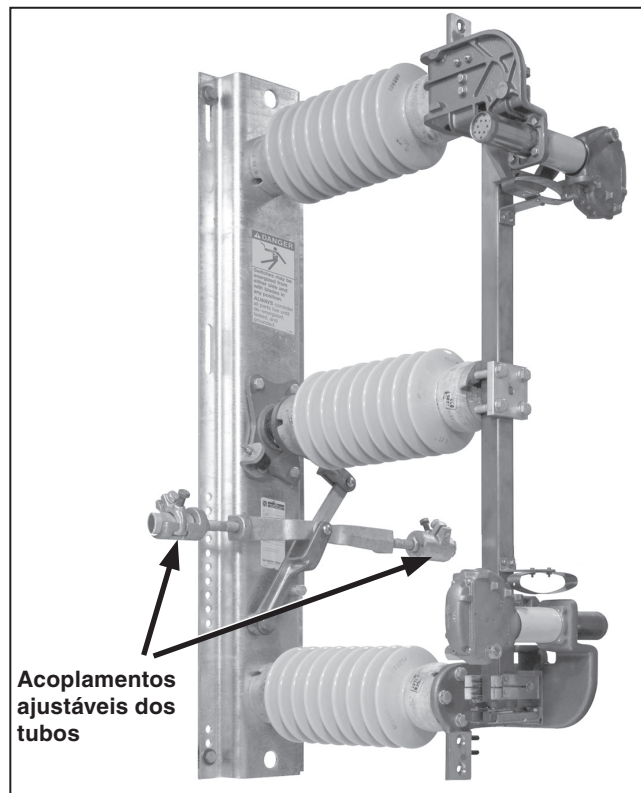

Figura 3. Conecte os acoplamentos dos tubos ao mecanismo de acionamento da chave.
**PASSO 2.** Fixe os acoplamentos dos tubos ao mecanismo de acionamento de cada polo de chave. Cada mecanismo de acionamento inclui dois espaçadores: um de 6 mm ( $\frac{1}{4}$  de polegada) e outro de 19 mm ( $\frac{3}{4}$  de polegada). Utilize um ou ambos os espaçadores, dependendo da quantidade e do tipo do(s) acoplamento(s). Ver Figura 3 e a etiqueta de instruções afixada ao mecanismo de acionamento.